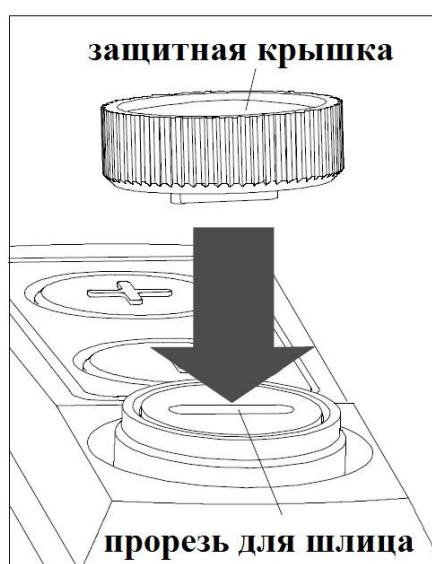

рис.6
- Для ввода поправок можно воспользоваться встроенной в защитную крышку отверткой (см. Рис.6). Обратите внимание на надпись внутри крышки.
- Сначала снимите защитную крышку (см. Рис.6), вставьте